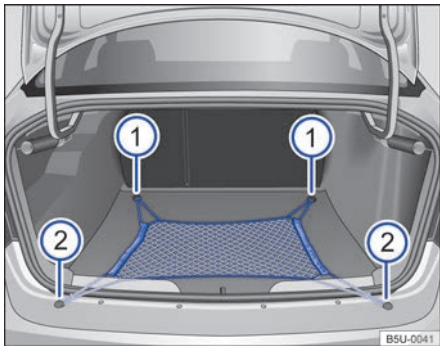

Fig. 81 En el maletero: red para equipaje.
Encajar las asas de la red para equipaje ⇒ fig. 81 ① y ② en los ojales existentes en el maletero.